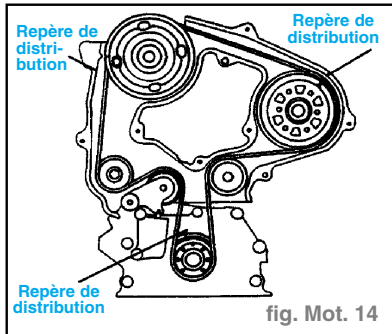

fig. Mot. 14
- Tourner le vilebrequin dans le sens des aiguilles d'une montre et aligner les repères de distribution comme illustré. (fig. Mot. 14)